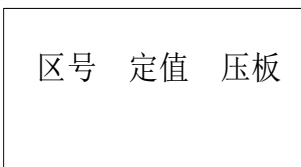

图 6-6 定值子菜单
6.5.8 按“确定”键进入“定值”菜单后，显示如图 6-6 所示，为防止非法操作，进入任何一个子菜单时均要求输入密码，出厂时密码为“000”。